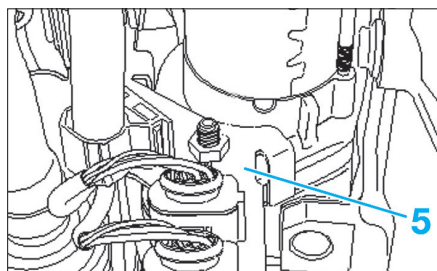

Fig. 7
Pour les véhicules équipés d'une boîte de vitesses manuelle, déposer le support (5) (Fig.7).